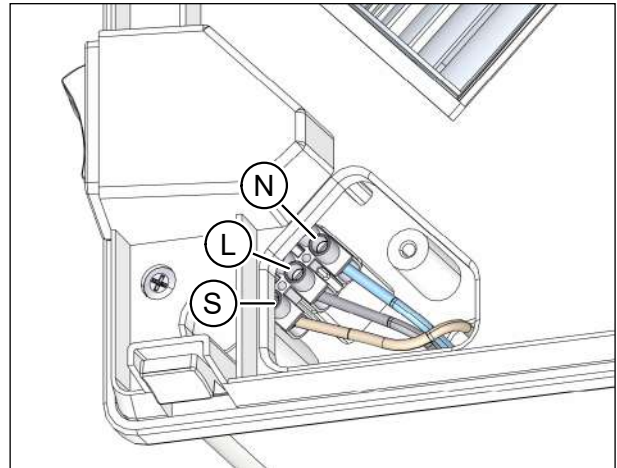

Abb. 43: Netzkabel und ggf. Steuerkabel anschließen
- ▶ Schließen Sie den Neutralleiter N (Pos. N in Abb. 43) und den Außenleiter L (Pos. L in Abb. 43) an die Lüsterklemme im Lüftungsgerät an.
- ▶ Schließen Sie ggf. die Leitung für den Externen Steuereingang (Pos. S in Abb. 43) an die Lüsterklemme an.